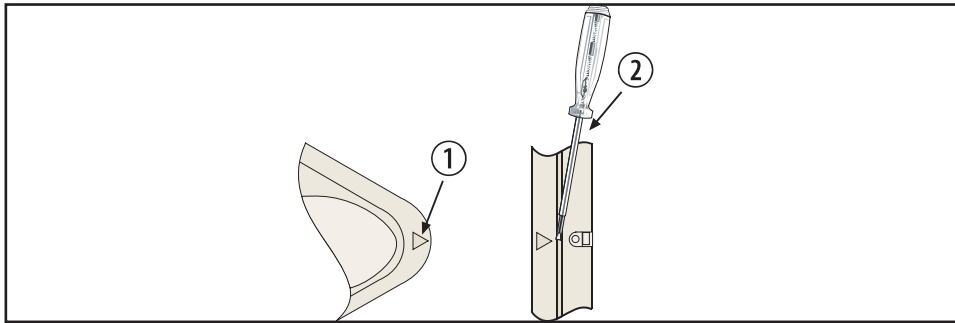

Bild 3.1: Öppna detektorn
- För att öppna detektorn letar du reda på pilen på detektorns kåpa. Se bildtexten (1) till Bild 3.1 Öppna detektorn. Vrid en skruvmejsel i utrymmet mellan kåpan och basen. Se bildtexten (2) till Bild 3.1 Öppna detektorn. Den ena sidan av kåpan sitter fast i detektorbasen.